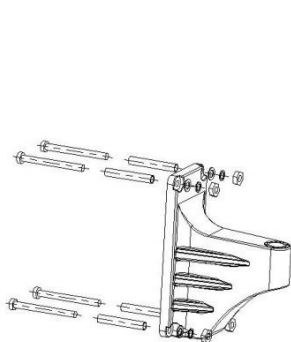

Fig.1
1. Montera beslaget med fyra M8 skruvar, fjäderbrickor och brickor (Fig.1)